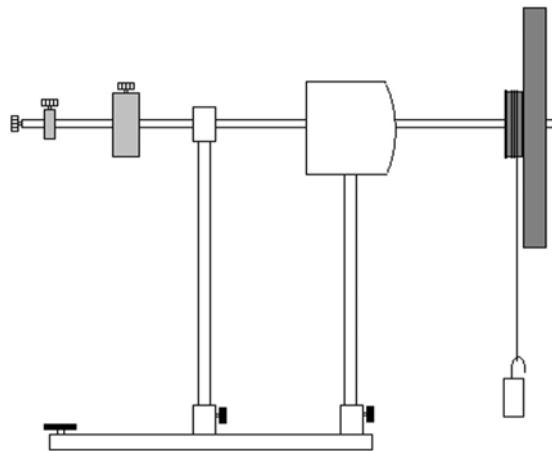

Fig.1: Bestimmung des Trägheitsmoments der Kreisscheibe
- Gyroskop gemäß Fig. 1 aufbauen und ins Gleichgewicht bringen.